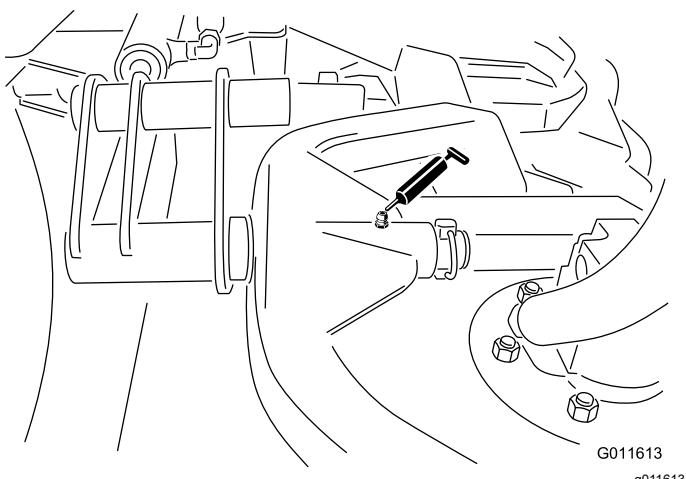

Figura 66
- Perno orientabile del telaio portante degli apparati di taglio (1 ciascuno) – Figura 66